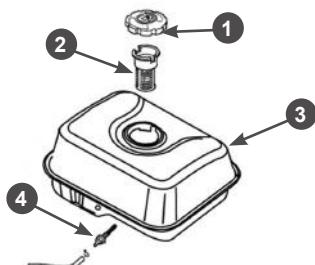

Рис. 16 Топливные фильтры
В топливном баке установлены два сетчатых топливных фильтра. Один фильтр устанавливается в горловине топливного бака. Второй фильтр конструктивно объединен со штуцером топливного бака и установлен внутри бака (Рис. 16).
бака от грязи и конденсата. Одновременно с очисткой топливного бака необходимо проверять и очищать фильтр 4, установленный внутри бака (Рис. 16). Поврежденный или сильно загрязненный фильтр необходимо заменить.
3. Выкрутите из топливного бака выходной штуцер 4 и произведите его очистку (Рис. 16). Внимательно осмотрите сетчатый фильтр. При обнаружении механических повреждений замените штуцер топливного бака.